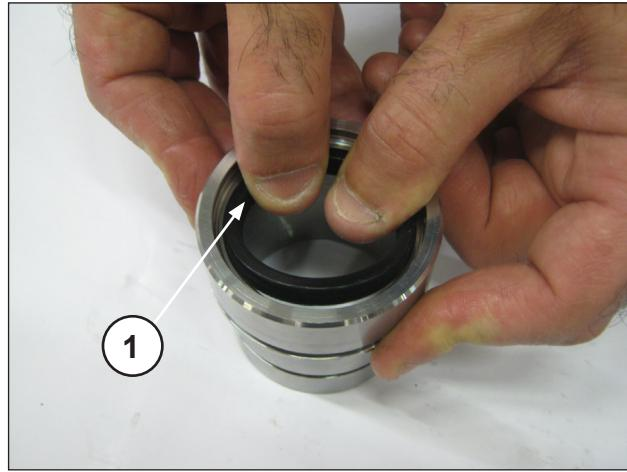
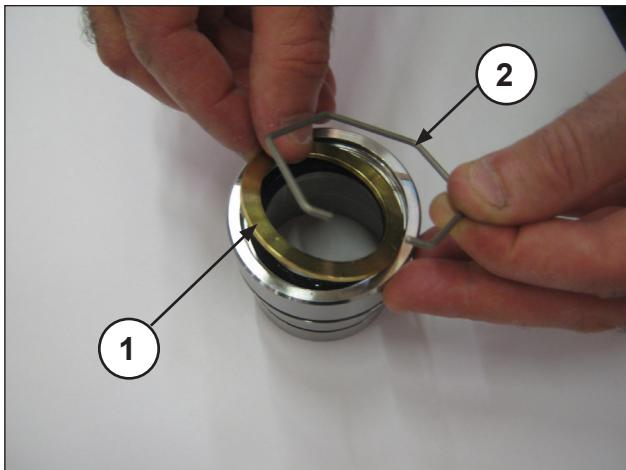

Fig. 29
Fig. 30
Insira o vedante de baixa pressão no suporte da embalagem (pos. ①, Fig. 29) prestando atenção para o sentido da montagem, que prevê a borda de estanqueidade para a frente (na direção do cabeçote). Insira depois o anel de estanqueidade, o anel de bloqueio (pos. ①②, Fig. 30) e o anel circular (pos. ①, Fig. 31).